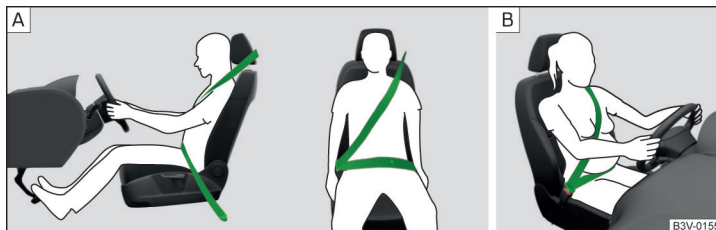

Fig. 16 Așezarea centurii diagonale și transversale/Așezarea centurii de siguranță la femeile însărcinate
**Partea de umăr a centurii** trebuie să treacă aproximativ peste mijlocul umărului (în nici un caz peste gât) și să se așeze bine pe torace » fig. 16 - [A].
**Partea din dreptul bazinului** trebuie să aibă întotdeauna un contact ferm cu bazinul (nu are voie să treacă peste burtă) » fig. 16 - [A].
La **femeile gravide**, partea de centură care protejează bazinul se așază cât mai jos posibil, astfel încât să nu apese pe abdomen » fig. 16 - [B].